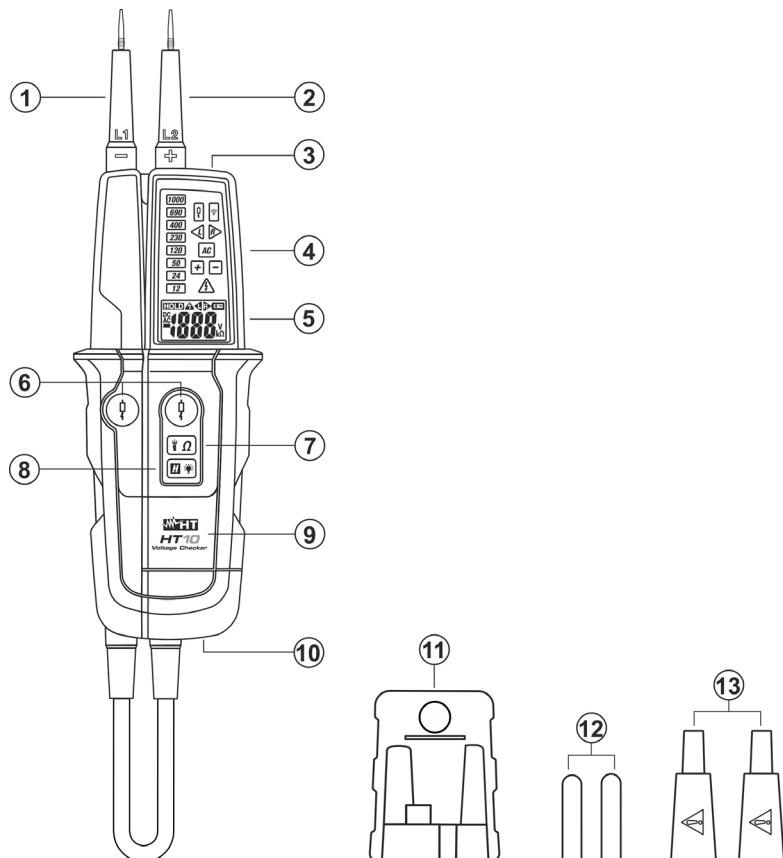
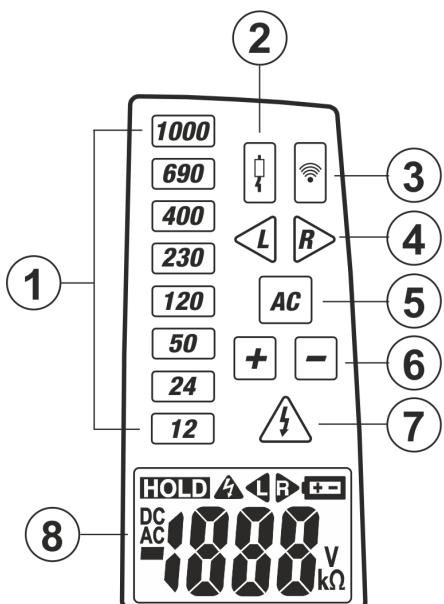

Abb. 1: Beschreibung des Geräts
Abb. 2: Beschreibung von der Warn-LED
- Drücken Sie die zwei Tasten gleichzeitig** (siehe Abb.1 – Teil 6). Die reale vorhandene Spannung wird durch Einschaltung der roten LEDs und im Display angezeigt. Das Symbol **AC** und die **Mess-LED mit niedriger Impedanz** (siehe Abb.2 – Teil) werden angezeigt.